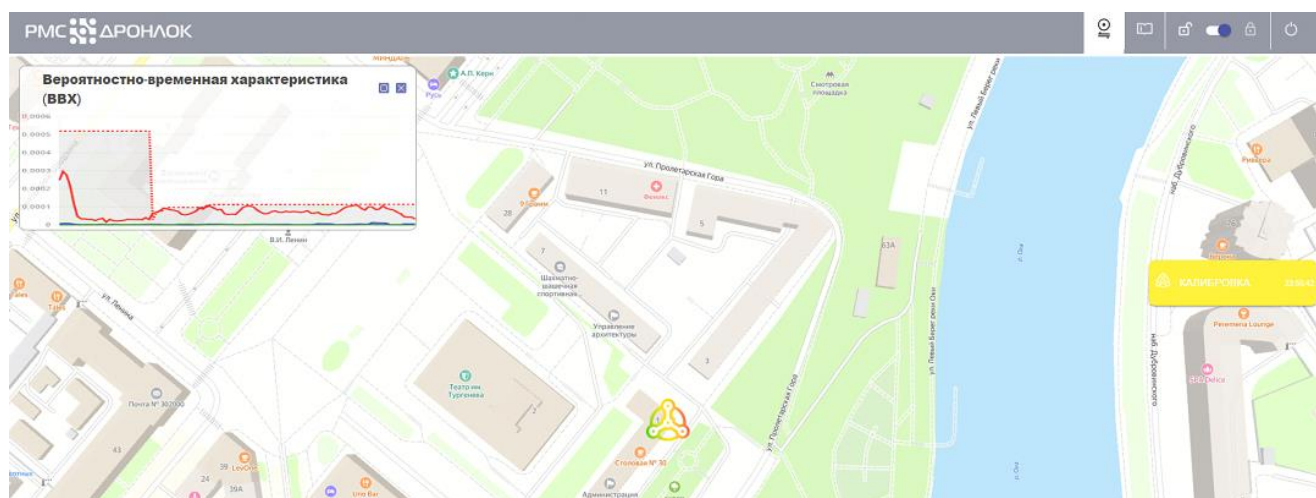

Рисунок 4. Режим Автокалибровки
Режим Автокалибровки включается кнопкой (2). Появляется окно «Вероятностно-временная характеристика (VBX)» (рисунок 4), на котором оператор наглядно видит текущий порог (красный пунктир) и общий уровень